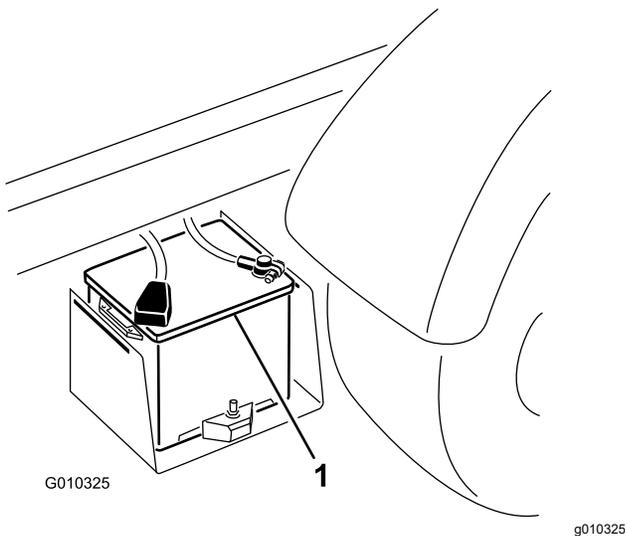

Bild 51
2. Schließen Sie ein Starthilfekabel an die Pluspole der zwei Batterien an (Bild 51).